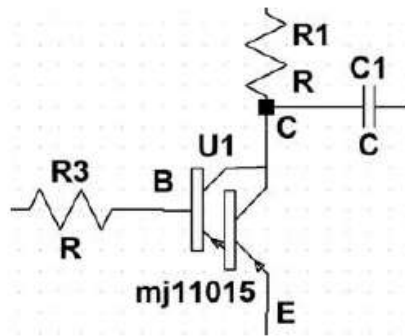

Figure 12.9
7. Vérifions dans l'éditeur graphique de schémas que nous pouvons appeler notre symbole. Ouvrons une page de schéma avec l'icône **move** . Puis allons chercher notre composant avec l'icône **Component** , allons dans le répertoire **[AutoGenerated]** en haut et à gauche et cliquons sur **mj11015**. Nous plaçons notre symbole de Darlington MJ11015 fraîchement créé comme n'importe quel autre modèle de composant, figure 12.9.